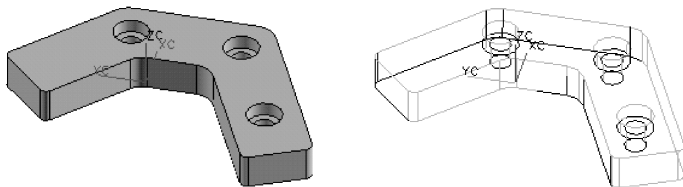

图 10-86 练习零件模型
- (1) 创建垫片零件工程图, 垫片零件模型如图 10-86 所示。